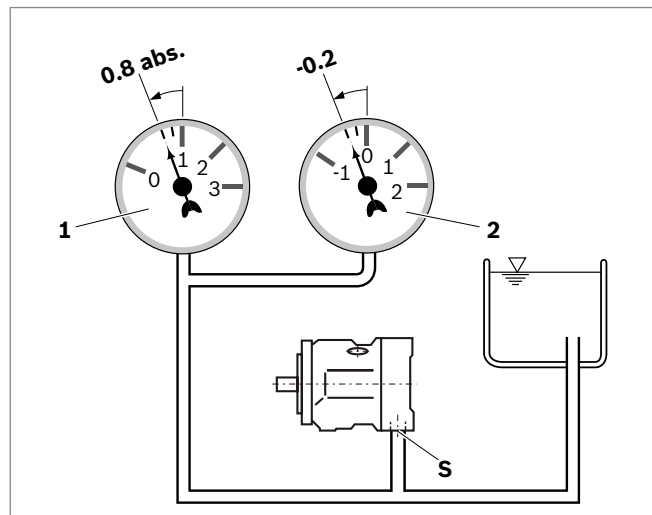

Fig. 6: Pression d'aspiration
- ▶ Assurez-vous que pendant le fonctionnement une pression d'aspiration minimale de 0,8 bar absolu est bien présente au niveau du raccord **S** de l'unité à pistons axiaux, dans toutes les positions de montage, voir Fig. 6. Veillez à ce que les valeurs indiquées dans la fiche technique s'appliquent à une vitesse de rotation maximale pour une pression d'aspiration de 1 bar absolu sur le raccord d'aspiration **S**. Pour les autres valeurs de pression, voir la fiche technique.